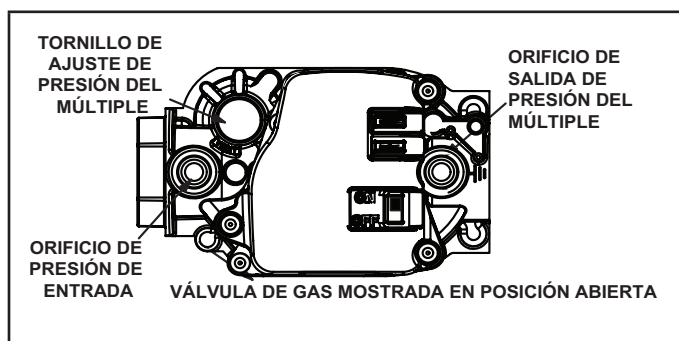

Figura 61
Funcionamiento de la válvula de gas (Figura 61)
- 6 - Mueva el interruptor de la válvula de gas a la posición APAGADO. Ver la Figura 61.
- 8 - Mueva el interruptor en la válvula de gas a la posición ENCENDIDO. Ver la Figura 61.
Cuando evalúe la presión del gas de suministro, use una derivación tapada de 1/8 pulg. N.P.T. o el poste de presión situado en la válvula de gas para facilitar la conexión del indicador de prueba. Ver la Figura 61. Verifique la presión de la línea de gas con la unidad encendida a la tasa máxima. La baja presión puede producir una operación errática o encendido insuficiente. La alta presión puede producir daño permanente a la unidad o encendido excesivo.